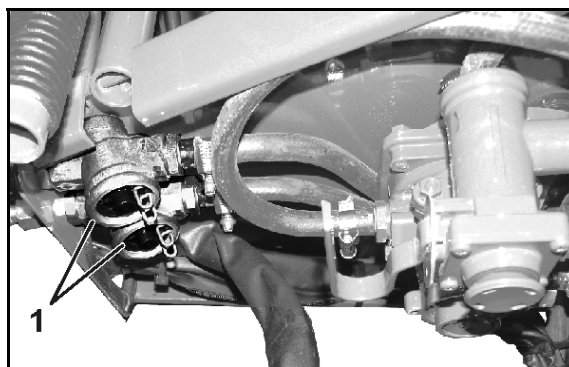

Bild 143
1. Tryck ihop förslutningsstycket (Bild 143/1) på båda flikarna.